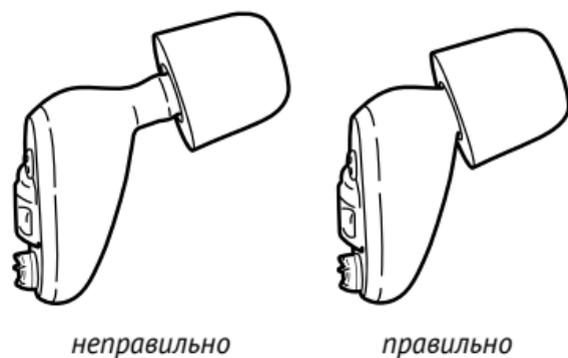

Рис. 1.5
3. Ушные вставки необходимо надеть до упора для правильной работы изделия (рис. 1.5).